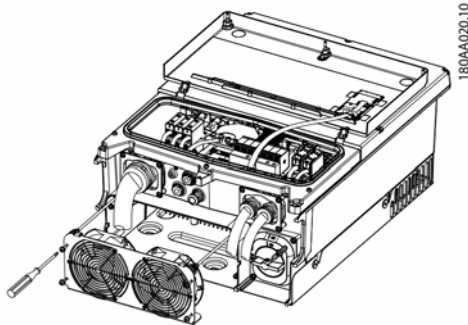

Imagen 1.3
4. Los ventiladores están en la parte inferior del inversor. Suelte los cuatro tornillos (TX 20) que sujetan el dispositivo de ventilación. Consulte la imagen 1.3